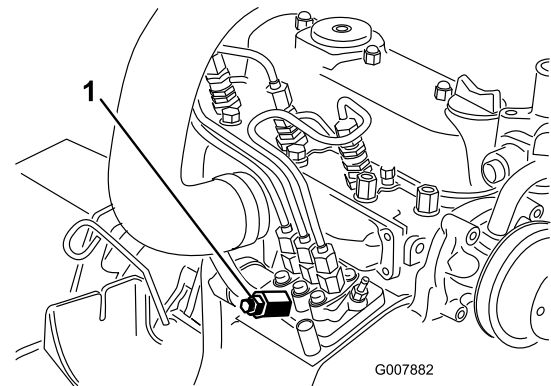

Bild 41
3. Legen Sie einen Lappen unter die Entlüftungsschraube an der Kraftstoffeinspritzpumpe und öffnen Sie sie (Bild 41).